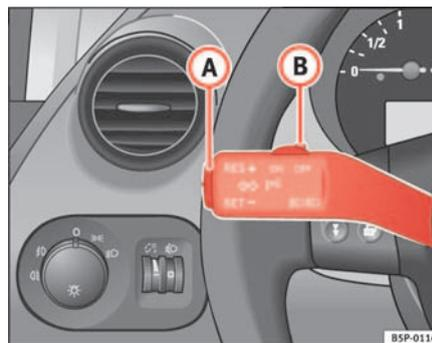

Fig. 139 Leva degli indicatori di direzione e degli abbaglianti: l'interruttore e il tasto di comando del regolatore di velocità
- Spostare verso sinistra l'interruttore ⇒ fig. 139 (B), posizionandolo su ON. ▶